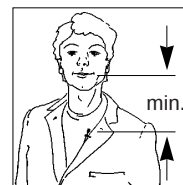

Abb. 3:
2. Befestigen Sie das Mikrofon so nahe wie möglich beim Mund der Rednerin/des Redners an der Kleidung, z.B. am Revers. (Siehe Abb. 3.)